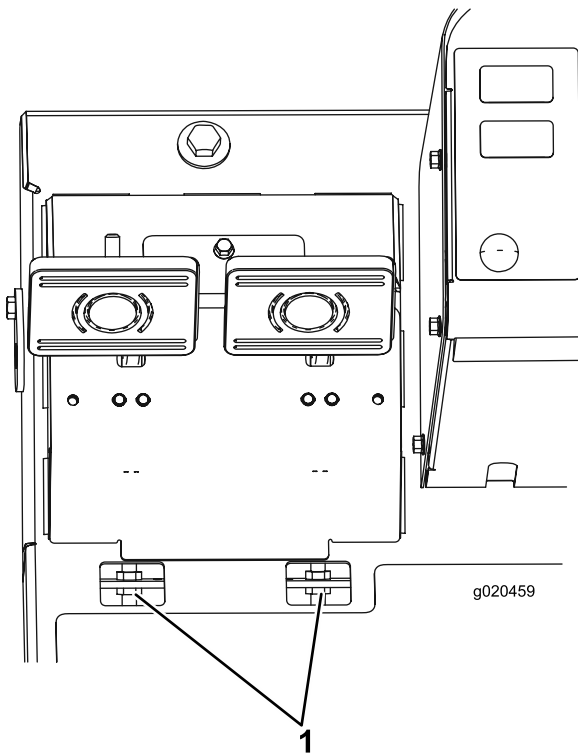

Figura 68
- B. Desaperte a porca dianteira na extremidade roscada do cabo do travão (Figura 68).